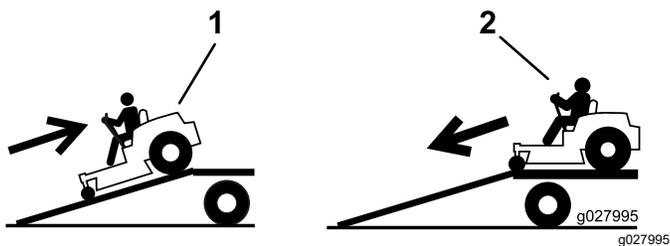

図 30
4. 登りはバックで 図 30。
2. 下りは前進で 図 30。